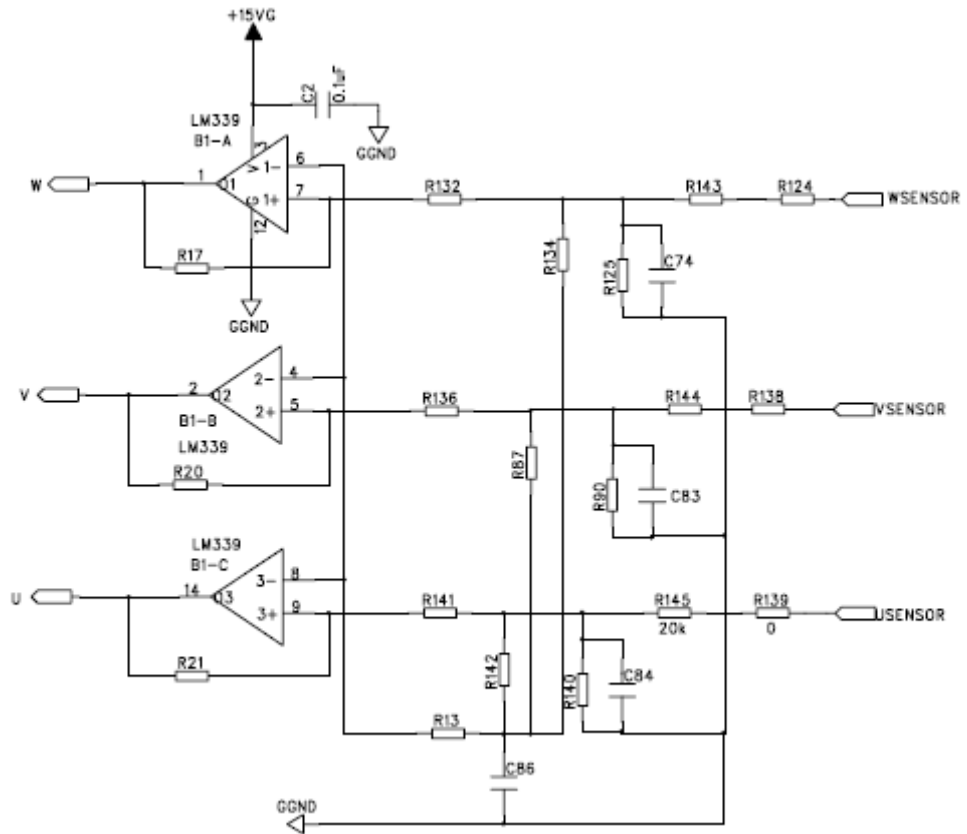

图 3-7 无位置传感器的直流无刷电机过零点检测图
- 对于无位置传感器的直流无刷电机，由于不能直接通过传感器获得换相信号，须通过检测感应电动势的过零信号来获得换相信号。将电机的相电压 U_a 、 U_b 、 U_c 和此时的电势 $V_x = (U_a + U_b + U_c) / 3$ 。经过比较器，根据比较器的输出来决定如何换相。如图 3-7。